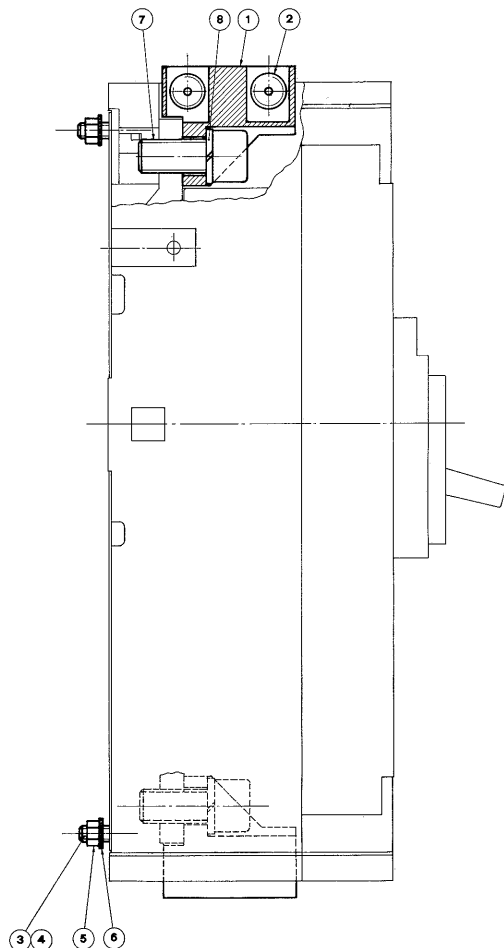

Fig. 9
**7.3. Trasformazione dell'interruttore base in interruttore fisso con attacchi per cavi (fig. 9)**
- b) fissare i cavi nelle apposite sedi dei morsetti (1) con grani (2)
- c) infilare i morsetti (1) nelle apposite sedi fissandoli agli attacchi dell'interruttore con le viti (7) e le rosette elastiche (8) avendo cura di stringerle a fondo
- d) infilare nei loro fori le 4 viti (3) con le rosette piane (4) e posteriormente avvitare i dadi (5) con le rosette elastiche (6)
**7.3. Conversion of a basic breaker into a cable terminal fixed breaker (fig. 9)**
- b) secure the cables to the clamps (1) with grub screws (2)
- c) introduce clamps (1) into proper seats and secure them with screws (7) and split washers (8), tightening strongly
- d) introduce the four bolts (3) and flat washers (4) into proper holes, then tighten nuts (5) with split washers (6) from the rear